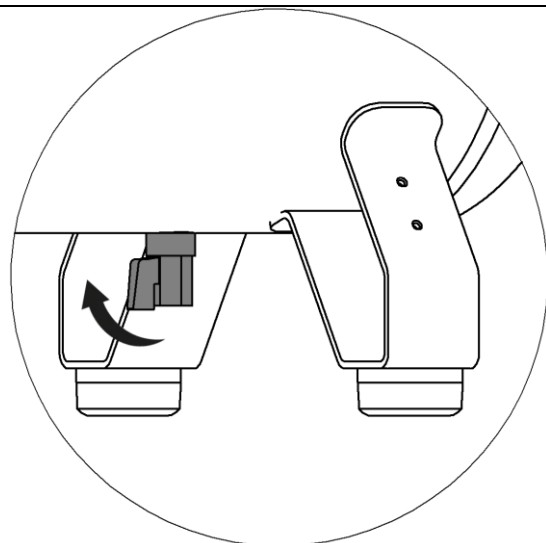

Рисунок 9
- 4 Откройте кран слива конденсата и слейте конденсат (рисунок 9).